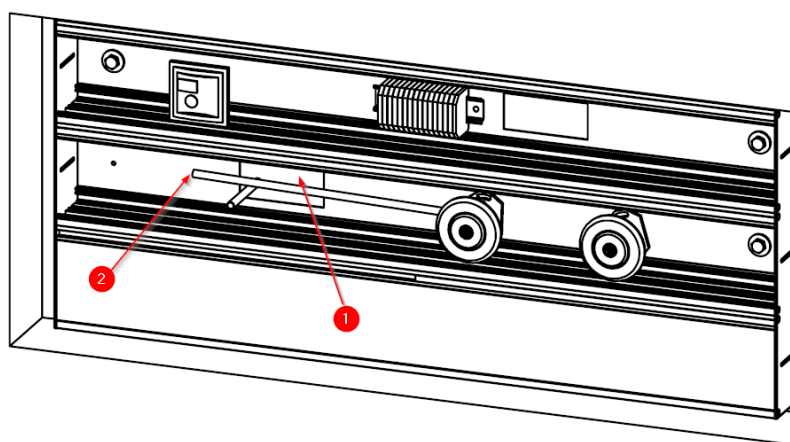

Fig.9 Entrada de acometida para gases medicinales y vacío
El conexionado de los circuitos de gases se realizará en la zona de entrada de los tubos de la instalación (1), y deberá comprobarse el plano de instalación antes de iniciar la operación. En cada equipo se identifica de igual modo el gas que corresponde al inicio de cada circuito (2). (Véase Fig.9).